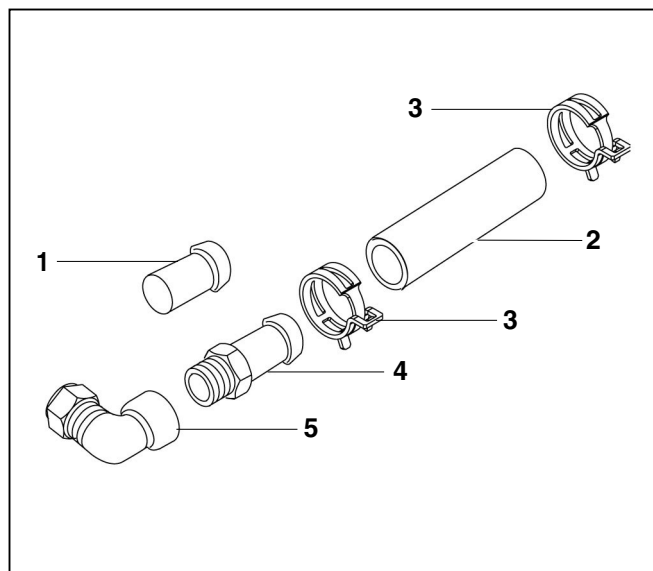

Fig. 2 Volume di fornitura del set di collegamento
1.3 Volume di fornitura (fig. 2)